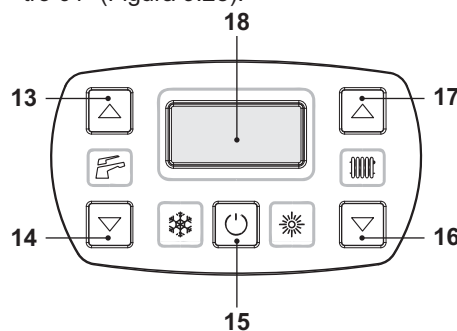
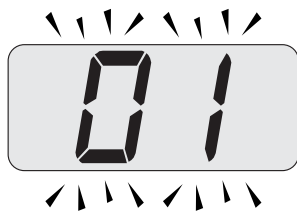

Figura 9.27
Figura 9.29
- Entre en la "modalidad de programación" pulsando simultáneamente durante 10 segundos los botones 15 - 16 - 17 (Figura 9.27) hasta que aparezcan en la pantalla LCD las letras **Pr** alternadas con el código **01**, que indican la entrada en el "parámetro 01" (Figura 9.28).
- Pulse simultáneamente los botones 15 y 17 (Figura 9.27) hasta que aparezca en la pantalla LCD el valor del parámetro 01 (Figura 9.29) (35=Myto Condens INOX 24 o 37=Myto Condens INOX 35).
- Pulsando simultáneamente los botones 15 y 16 (Figura 9.27) se sale sin modificar el valor (se vuelve a la lista de parámetros Figura 9.28).
- Pulsando simultáneamente durante 10 segundos los botones 15 - 16 - 17 (Figura 9.27) se sale de la "modalidad de programación".